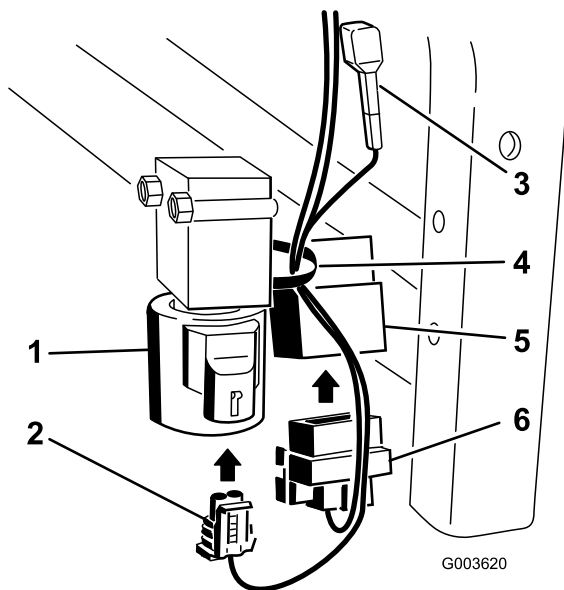

Figura 35
8. Conecte el conector cuadrado al relé instalado junto a la válvula (Figura 35).
9. Conecte el conector pequeño a la válvula (Figura 35).